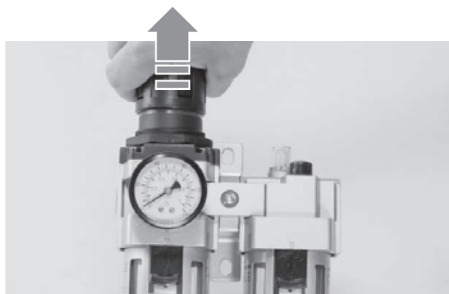

Fig. 4 – Botão de ajuste
1. Puxe o botão de ajuste para cima (fig. 4), até destravar;